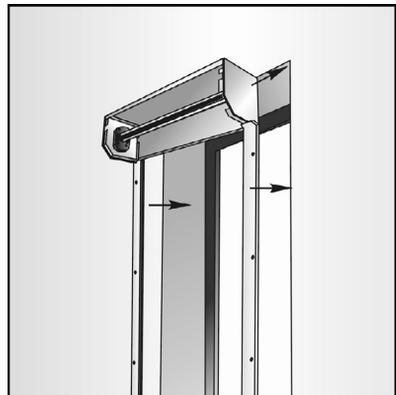

Abb.2.18
- Bei der Montage in der Öffnung und bei kombinierter Montage ist das Gerüst in die Öffnung einzustecken (Abb.2.18).